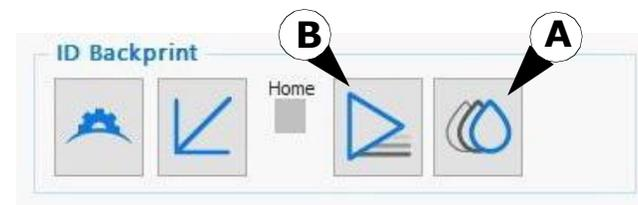

Рисунок 9-3. Кнопки в программе
1. Нажмите кнопку пуржа (Рисунок 9-3, А).
4. После чистки напечатайте тест головки нажав кнопку Test Print (Рисунок 9-3, В) для активации функции печати теста.